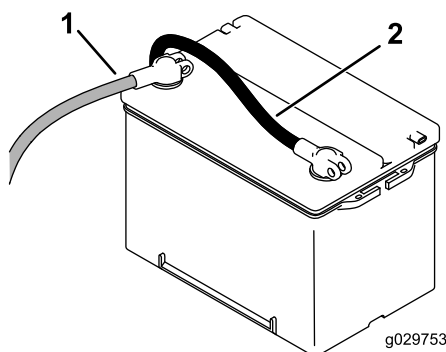

Рисунок 53
- Чтобы отсоединить электропитание от машины, поверните выключатель аккумуляторной батареи против часовой стрелки в положение ВЫКЛ (Рисунок 53).
5. Подсоедините положительный кабель (красный) к положительной клемме (+), а отрицательный кабель (черный) – к отрицательной (-) клемме аккумуляторной батареи (Рисунок 53).